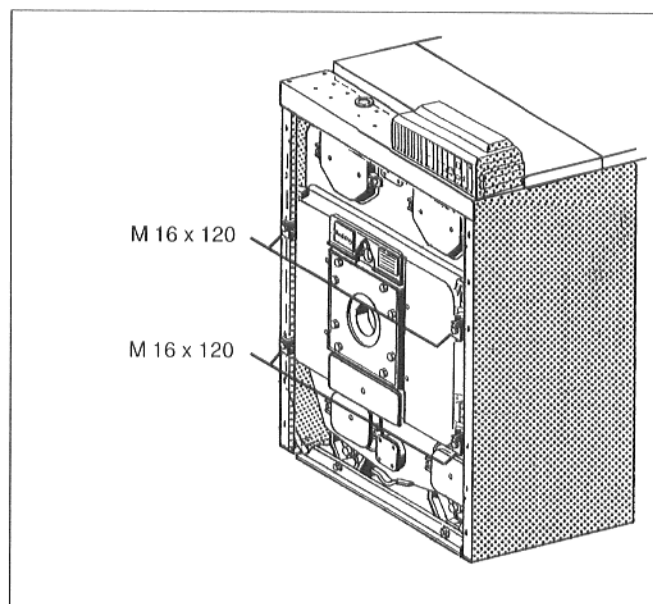

Рис. 60
- Отвинтить у дверцы горелки четыре винта М 16 x 120 (рис. 60).